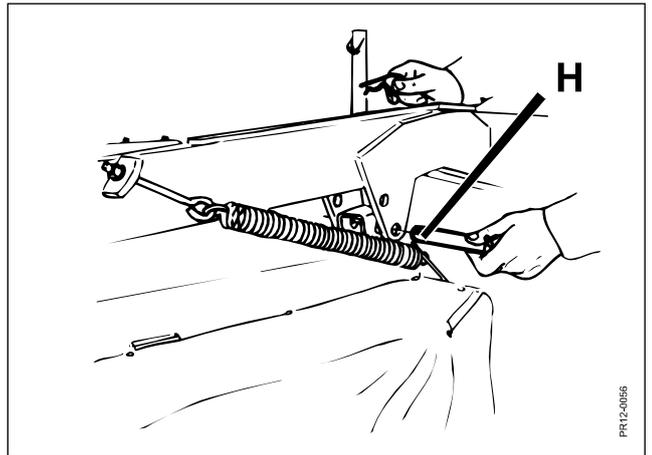

Fig. 3-4
- Fig. 3-4 Verrouiller la suspension pendulaire avec l'axe **H** pour éviter des dommages sur la route, mais aussi pour empêcher que l'arbre prise de force vienne en butée durant le transport.